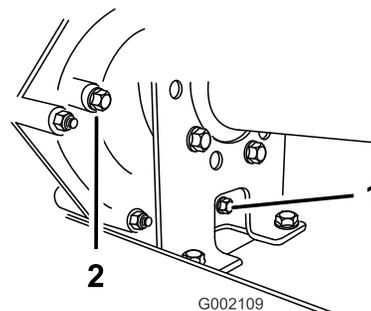
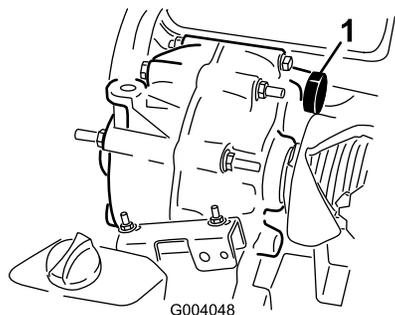

Figura 62
Figura 63
2. Limpe a área em torno dos tampões de enchimento e escoamento com um trapo (Figura 62).
4. Retire o tampão de enchimento rodando-o para a esquerda (Figura 62).
5. Retire o tampão de escoamento rodando-o para a esquerda (Figura 62).
6. Coloque e aperte o tampão de escoamento e a junta no orifício do tampão de escoamento da transmissão (Figura 62).
7. Encha o reservatório (Figura 63) através do orifício do tampão de enchimento com aproximadamente 1,4 litros do óleo especificado ou até o nível de óleo na transmissão estar alinhado com a parte inferior das estrias (Figura 62).
8. Coloque e aperte o tampão de enchimento e a junta no orifício do tampão de enchimento da transmissão (Figura 62).
10. Verifique o nível de fluido e adicione mais fluido, se o nível estiver abaixo das estrias do orifício do tampão de enchimento (Figura 62).